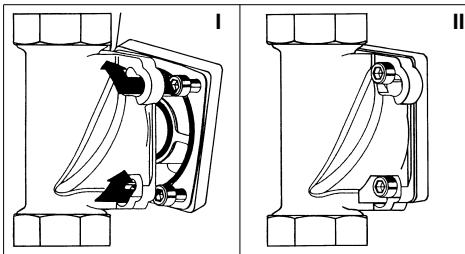

Abb. 9: Einbaudrehflansch mit Bajonett
- An den Parallel-Anschlussblock so ansetzen, dass die Schraubenköpfe durch die Bajonettbohrungen hindurchgehen (siehe Abb. 9 I).
- Die vier Innensechskantschrauben fest anziehen (siehe Abb. 9 II).